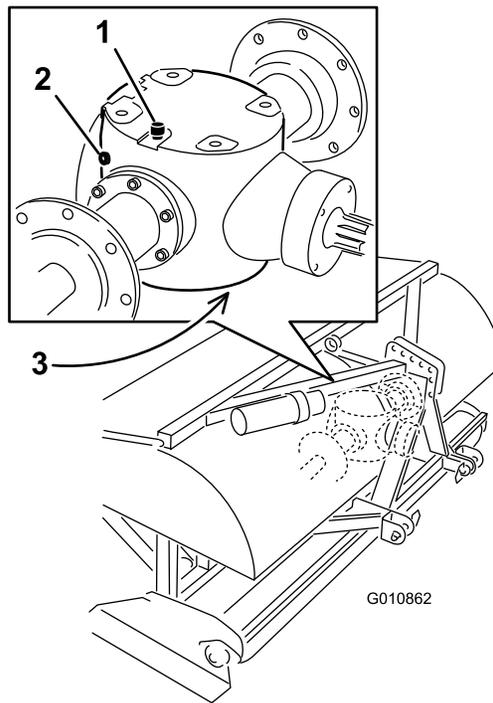

图47
2. 从齿轮箱上拆下检查塞 图47。
3. 确保油位高达齿轮箱中检查塞孔的底部 图47。
1. 清洁通气/加油塞和排油塞周围的杂质避免污染 图47。